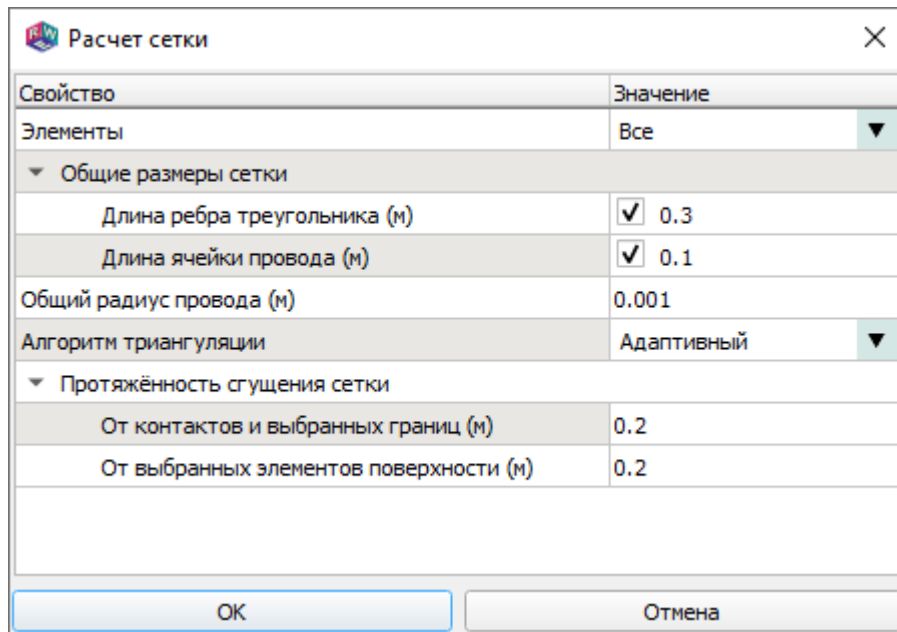

Рис. 101
13.1.2. Для расчета сетки заданной геометрии: нажать кнопку  на ленте меню «Сетка» (п. 16.1.7). Будет выведен диалог «Расчет сетки» (рис. 101).
– *Шаг сетки* – значение шага ячейки сетки для указанного провода (при задании параметра для конкретного объекта он будет отмечен значком в дереве). Если флажок не установлен, значение шага равно рассчитанному программой значению для всех проводов модели (см. рис. 101);
13.5.3. По умолчанию длина ячейки провода равна значению, заданному в окне «Расчет сетки» (см. рис. 101).